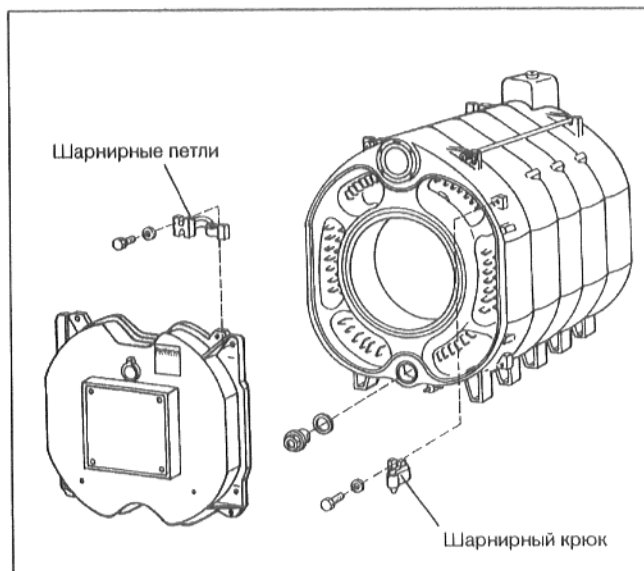

рис. 22
- Привинтить шарнирные крюки к передней секции в соответствии с рис. 22 (навеска справа), используя для этого по два винта М 12 х 35. Для навески слева привинтить крюки соответствующим образом с левой стороны.